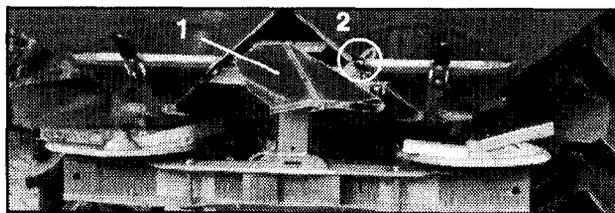
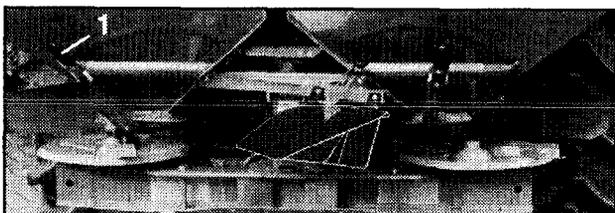

Рис. 7.20
Рис. 7.21
- ограничительный щиток (только с одной стороны) (7.20/1) после отсоединения гайки от внешнего привода (рис. 7.20) установить в рабочее положение (рис. 7.21). Ограничительные щитки с обеих сторон опустить с помощью дистанционного управления.